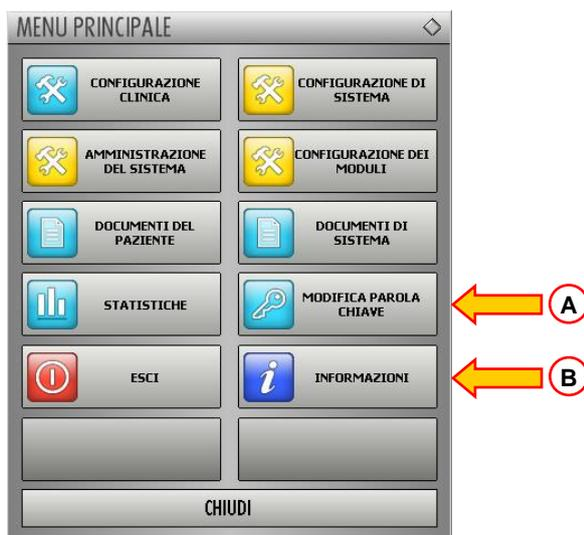

Fig 43
Premendo il pulsante  del menù principale DIGISTAT® (Fig 43 **A**) viene visualizzata una finestra che permette di cambiare la password dell'utente correntemente loggato nel sistema.
- cliccare il pulsante  (Fig 43 **A**).
Il pulsante  del Menù Principale DIGISTAT® (Fig 43 B) permette di visualizzare una finestra contenente informazioni sulla versione di DIGISTAT® installata e sulle relative licenze (Fig 45).